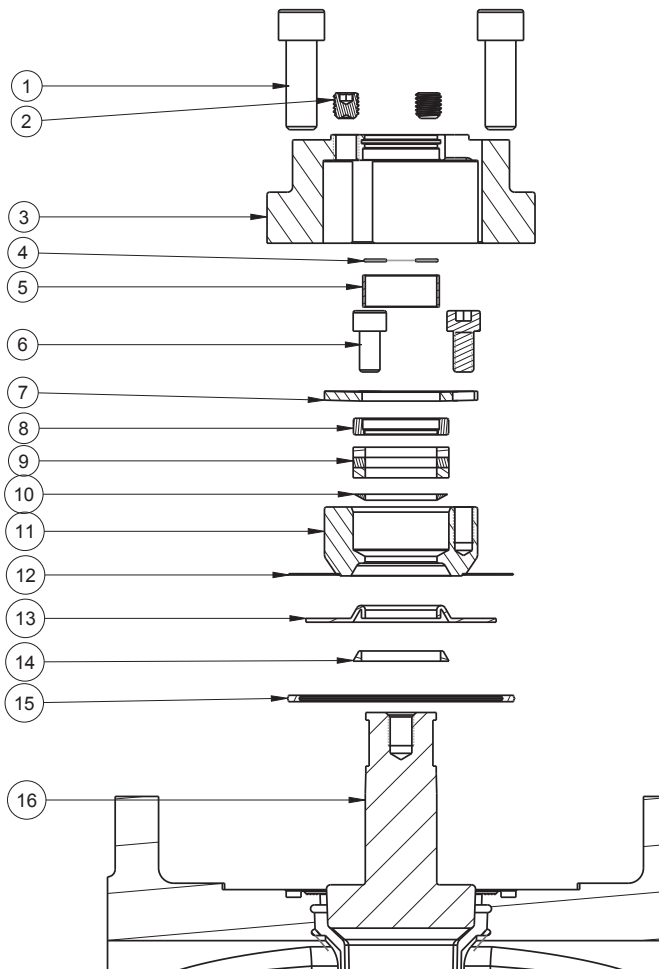

Abb. 12
10. Dichtgruppe (Satz B) einsetzen (Abb. 12)
- Deckeldichtung (15) in die Gehäusenut einsetzen.
- Stützring (14) auf die Auflagefläche des Kükens legen.
- Sorgfältig geformte Membran (13) über das Kükens ziehen und bis zur Auflagefläche des Kükens hinunterziehen. Montagekonus entfernen.
- Stopfbuchse (11) inklusive geschweißter Stahlmembran (12) vorsichtig auf die geformte PTFE-Membran auflegen.
- PEEK-Ring (10) mit der konischen/abgeschrägten Kante nach unten in die Stopfbuchse einsetzen.
- Packung (9) [standardmäßig PTFE; alternativ Graphit bei Fire-Safe-Ausführung] in die Stopfbuchse einsetzen. Beim Aufziehen über die Welle darauf achten, dass die Packung nicht beschädigt wird.
- Mitnehmer (8) auf die Packung platzieren.
- Federring (7) auf dem Mitnehmer ausrichten, so dass die Durchgangsbohrungen mit den Gewindebohrungen der Stopfbuchse fluchten.
- Kopfschrauben (6) durch die Bohrungen des Federrings führen und die Stopfbuchse bis zu den in Tab. 2 aufgeführten Drehmomentwerten anziehen.